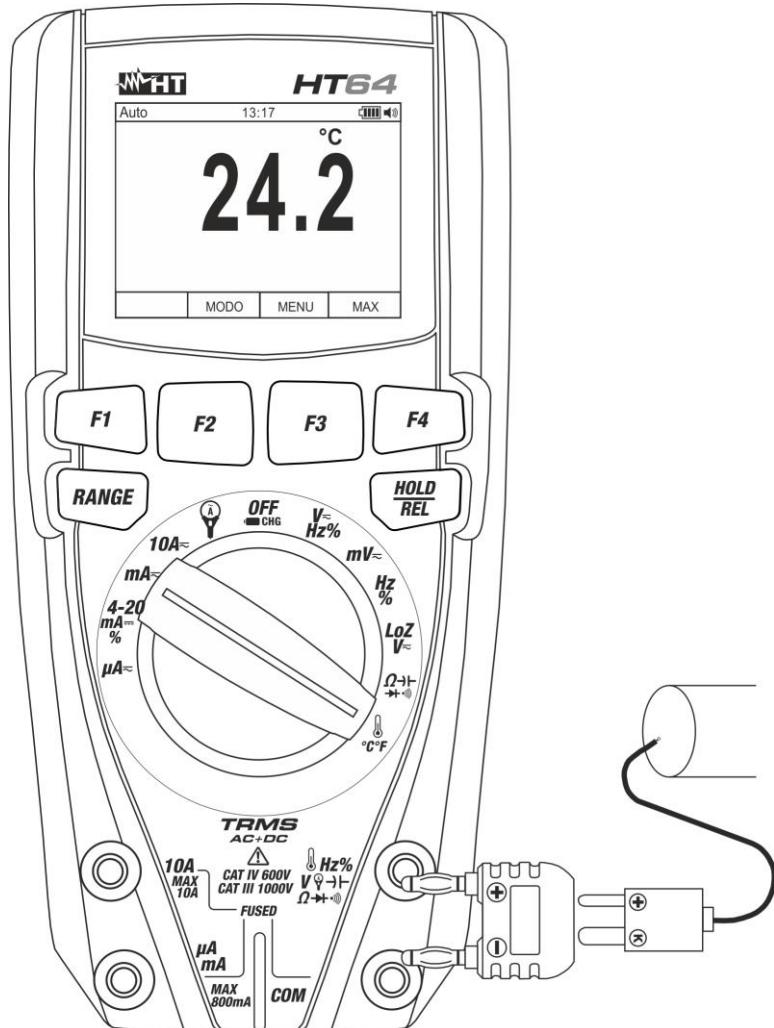

Fig. 29: Uso dello strumento per misura di Temperatura
3. Inserire l'adattatore in dotazione nei terminali di ingresso $\text{Hz}\% \text{V} \rightarrow \text{I} \Omega \rightarrow \cdot \cdot \cdot$ (polarità +) e **COM** (polarità -) (vedere Fig. 29)